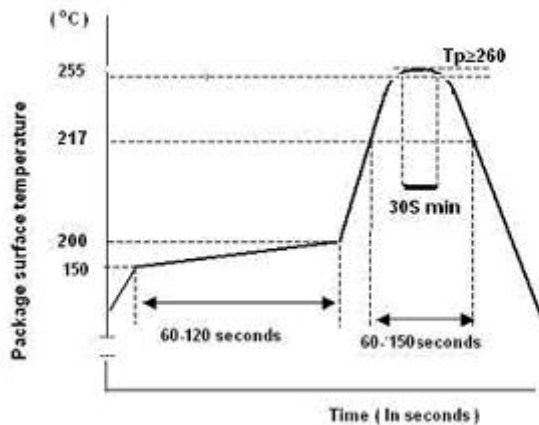

图 6-2 炉温曲线图
1. CI13242 采用无铅环保材料制造, SMT 焊接时请按照无铅标准设置炉温和时间参数, 如图 6-2。